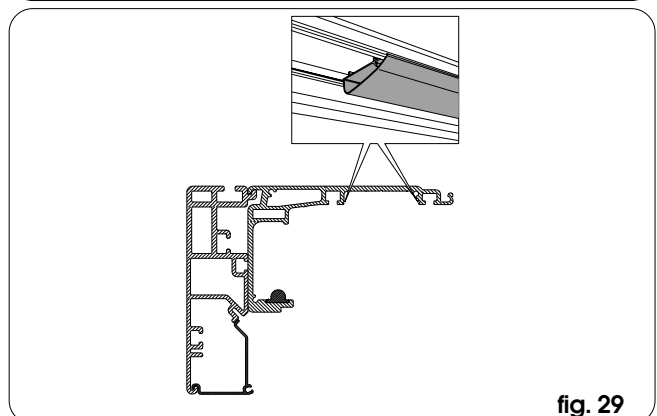

fig. 29
- Insérer les conduites passe-câble par pression dans le logement du profilé support non occupé par le module d'actionnement (fig. 29).